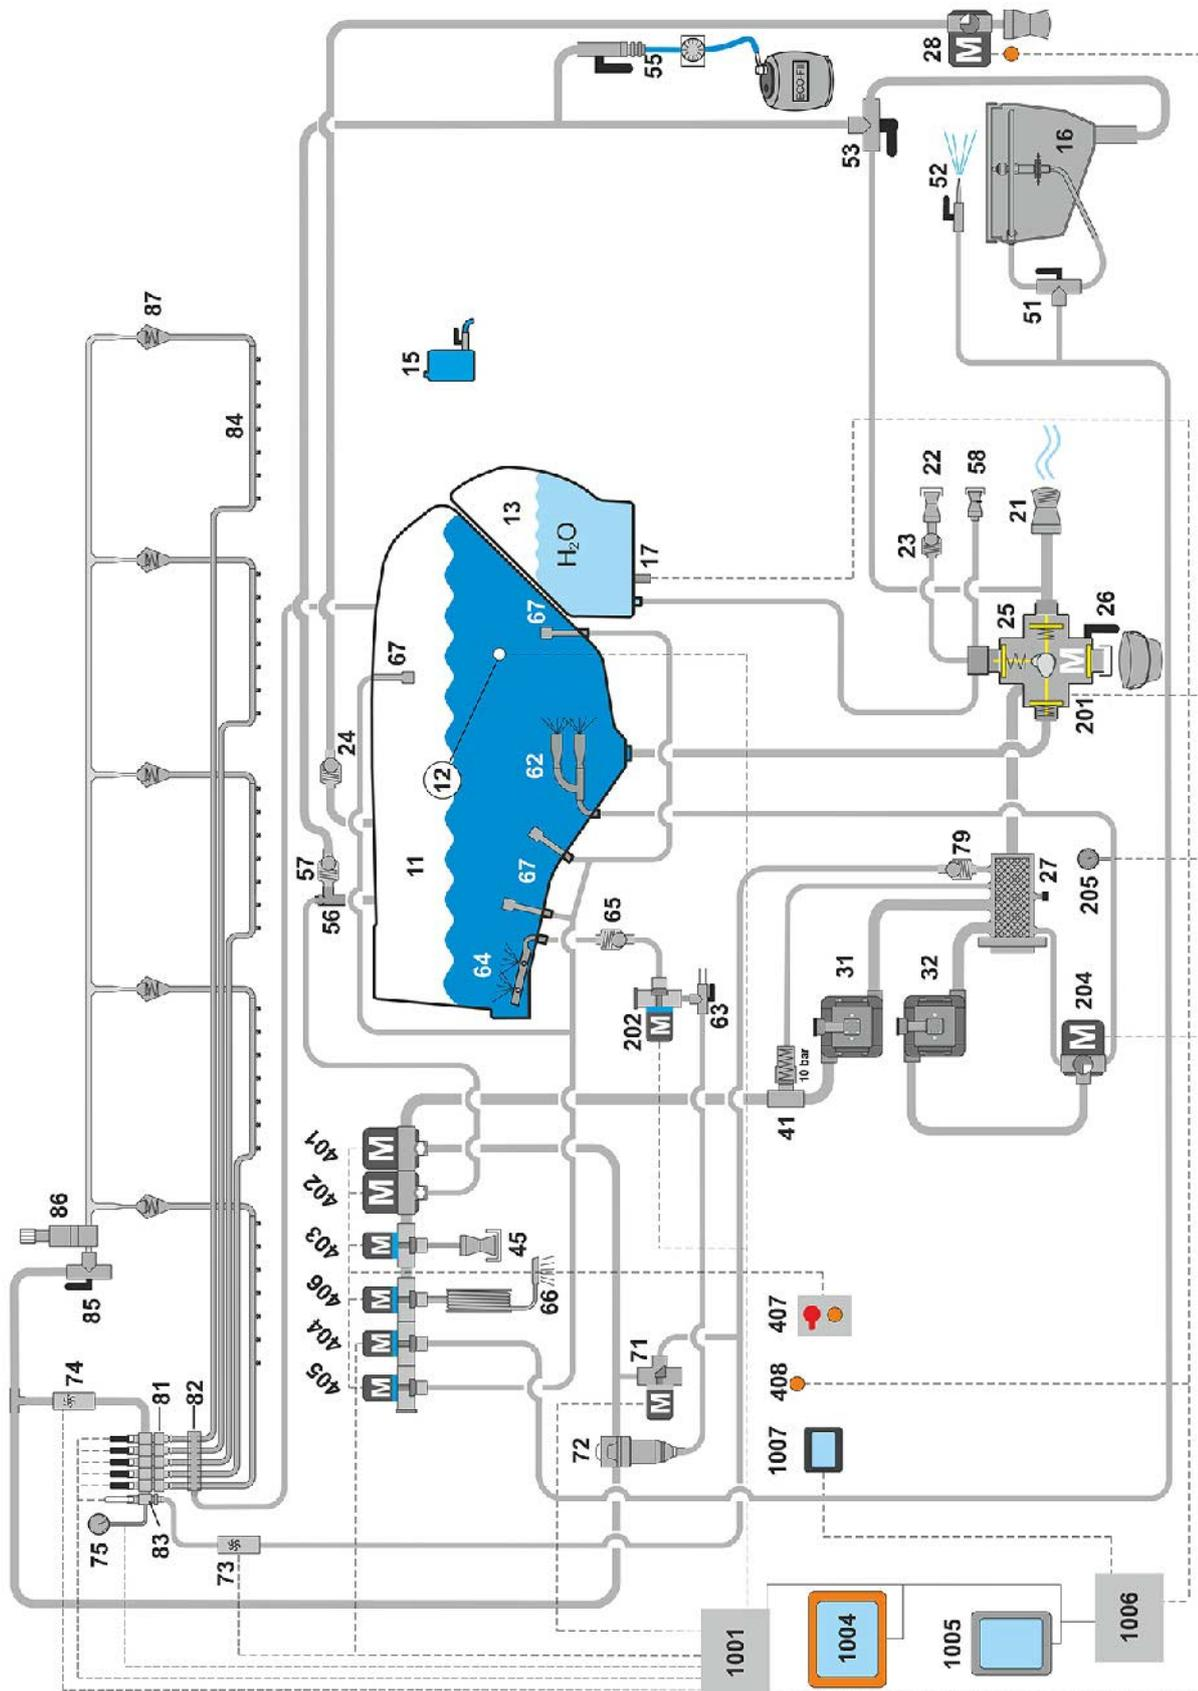

Fig. 203
- Según las condiciones de servicio, limpiar el filtro de los conductos (Fig. 203/1) cada 3 – 4 meses.